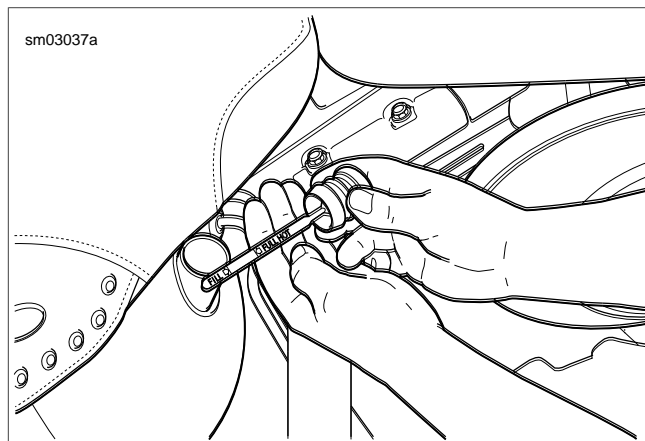

Figure 1-1. Vérification du niveau d'huile du réservoir
Voir Figure 1-1. Vérification du niveau d'huile moteur :
2. Voir Figure 1-1. Enlever le bouchon de remplissage/jauge d'huile moteur en tirant fermement sur le bouchon et en le bougeant d'avant en arrière.